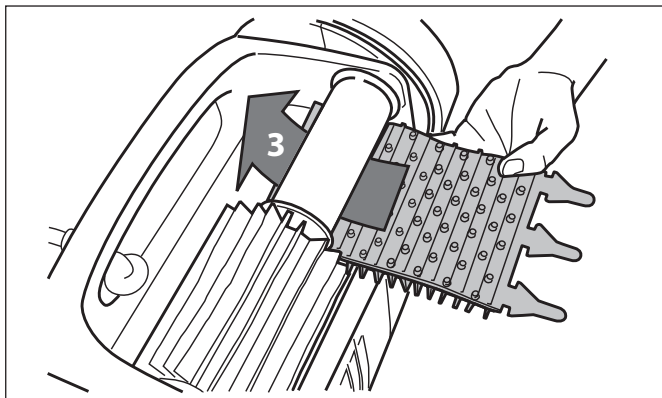

Figura 28. Instale el nuevo cepillo
3. Para instalar el cepillo nuevo, colóquelo en el rodillo con las hojas de limpieza en dirección contraria al rodillo (Figura 28).